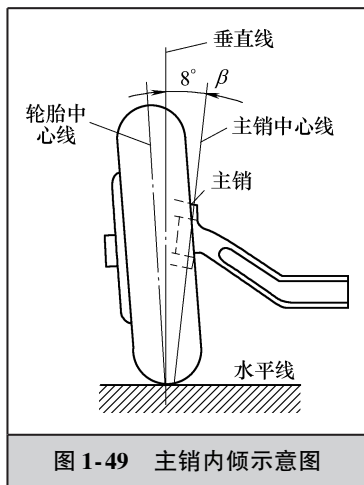

图 1-49 主销内倾示意图
(1) 主销后倾 农用车前轮主销上端略向后倾斜，主销轴线与通过前轮中心的垂线形成一个夹角，称为主销后倾角。数值一般不超过 3° ，多数农用车主销后倾角为 1.5° 。
(2) 转向主销内倾 农用车的前轮主销在横向平面内，上部向内倾斜一个角度，称为主销内倾角，如图1-49所示。作用是使前轮能自动回正。农用车的主销内倾角一般不大于 8° ，多数为 $7^\circ 30'$ 。